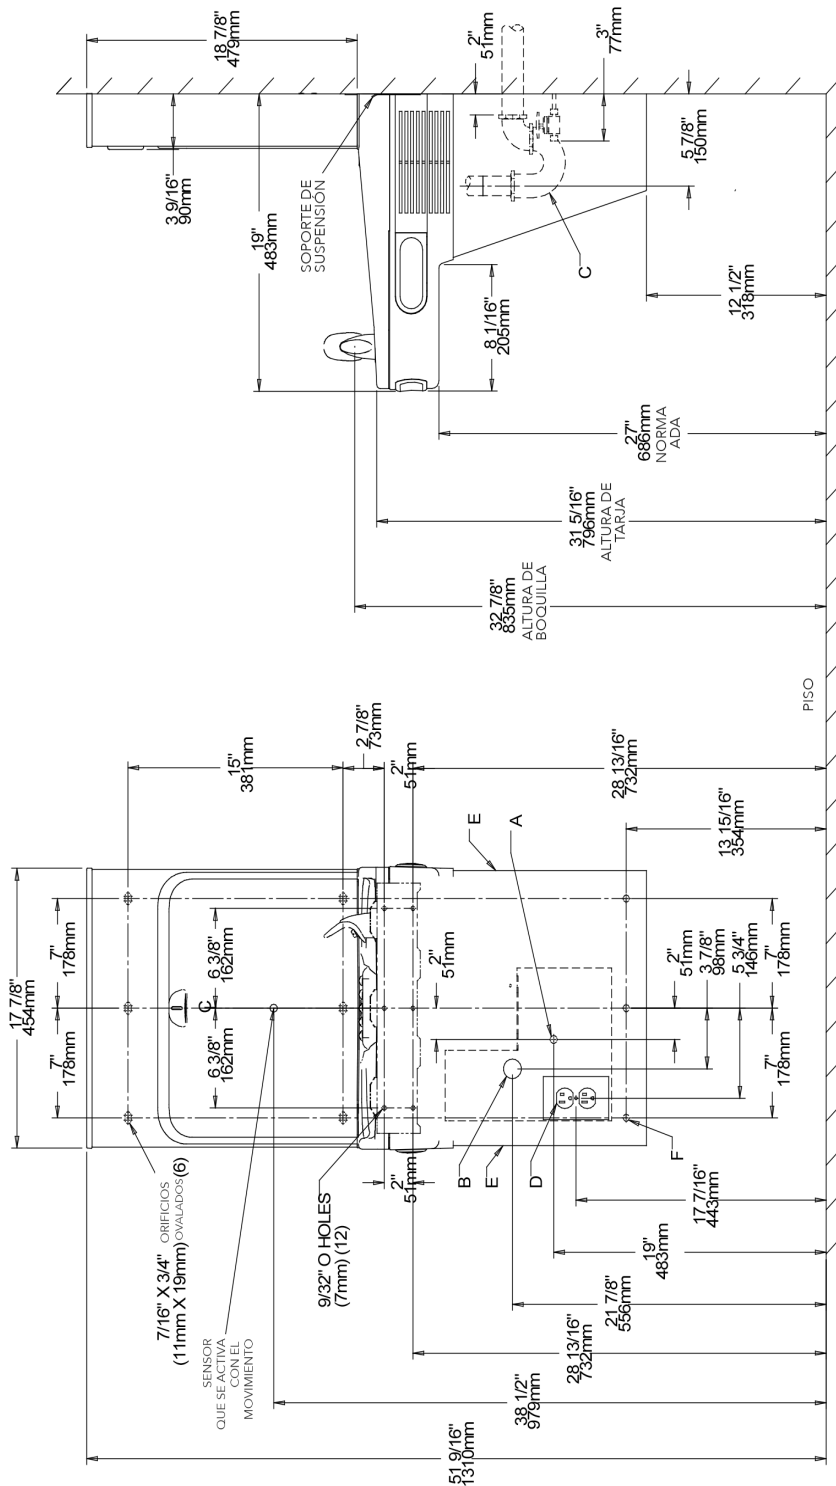

Fig. 2
- 1) Remove hanger bracket fastened to back of cooler by removing one (1) screw.
- 2) Mount the hanger bracket as shown in Figure 2.
- NOTE:** Hanger Bracket **MUST** be supported securely. Add fixture support carrier if wall will not provide adequate support. Anchor hanger securely to wall using all six (6) 1/4 in. dia. mounting holes.
- 3) Hang the cooler on the hanger bracket. Be certain the hanger bracket is engaged properly in the slots on the cooler back as shown in Figure 2.
- 4) Remove the four (4) screws holding the lower front panel at the bottom of cooler. Remove the front panel by pulling straight down and set aside.
- 1) Retire el soporte de suspensión que se encuentra en la parte posterior del bebedero quitando un (1) tornillo.
- 2) Fije el soporte de suspensión como se muestra en la Fig. 2.
- NOTA:** El soporte de suspensión **DEBE** quedar bien sujeto. Coloque un sistema de soporte si la pared no brinda el soporte adecuado. Fije firmemente el soporte a la pared utilizando los (6) seis orificios de montaje de 1/4" de diámetro.
- 1) Retirez le support de suspension fixé au dos du refroidisseur en retirant une (1) vis.
- 2) Montez le support de suspension comme indiqué dans la figure 2.
- 3) Pendez le refroidisseur au support de suspension. Assurez-vous que le support est correctement inséré dans les emplacements au dos du refroidisseur, comme indiqué dans la figure 2.
- 4) Retirez les four (4) vis maintenant en place le panneau frontal au bas du refroidisseur. Retirez le capot inférieur en tirant vers le bas et mettez-le de côté.